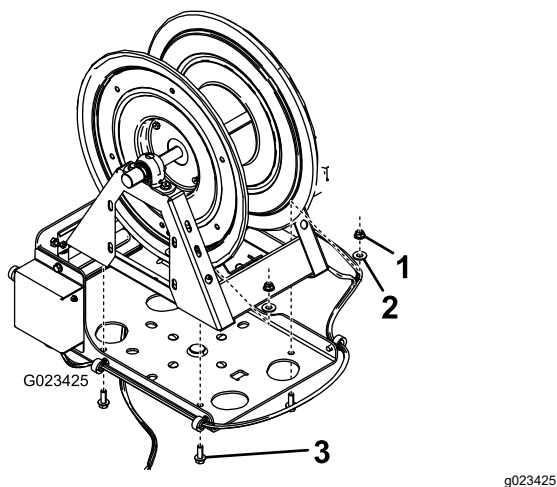

Bild 22
- Befestigen Sie die Schlauchtrommel mit vier Schrauben (¾"-16 x 1"), vier Scheiben (7/16") und vier Bundmuttern (¾"-16) an der Schwenkplatte, wie in Bild 22 abgebildet.